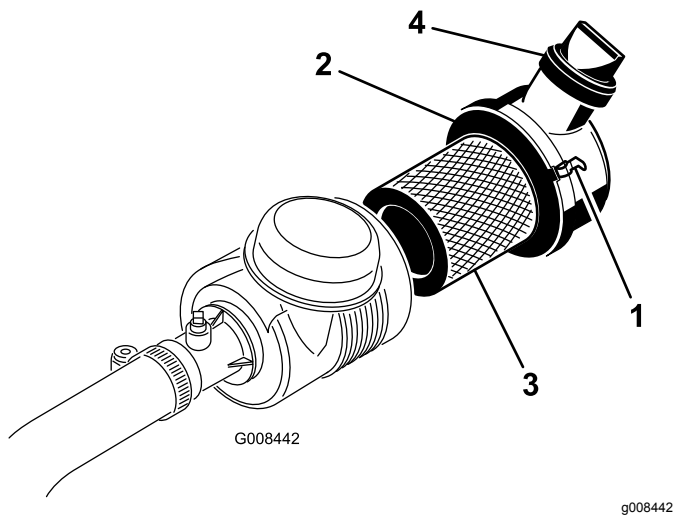

图 33
1. 松开将空气滤清器盖固定到空气滤清器壳体上的门锁图 33。
7. 确保门锁将盖子固定到壳体上 图 33。